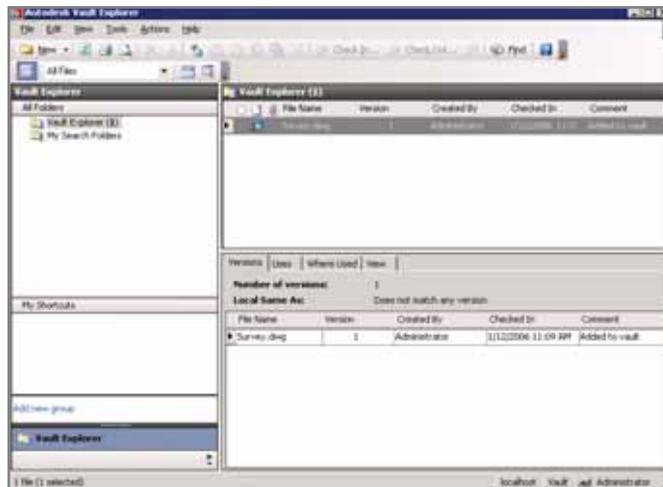

Рис. 6
- Еще одной важной особенностью Civil 3D 2007 стал новый механизм коллективной работы, которая теперь осуществляется с помощью *Autodesk Vault*, хорошо известного пользователям Autodesk Inventor (рис. 6). Этот инструмент управления проектом позволит организовать данные отдела или всего проектного института, обеспечит к ним коллективный доступ специалистов, работающих над одним проектом. Сохранены и быстрые ссылки на данные проекта, знакомые пользователям Civil 3D по предыдущей версии. Реализована очень удобная возможность передачи стилей из одного проекта в другой: в новой версии для этого достаточно перетащить в чертеж нужный стиль (*drag&drop*).